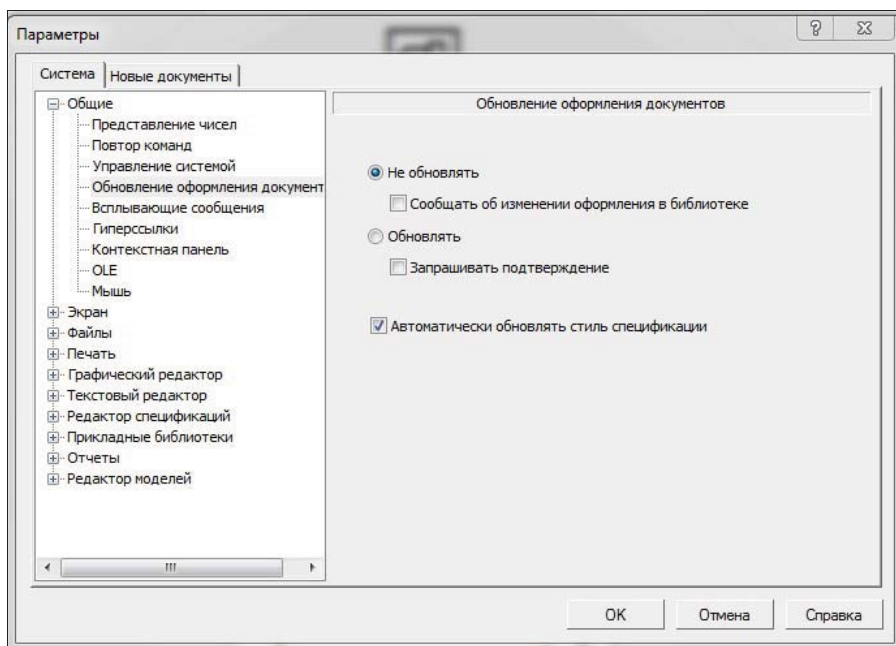

Рис. 4.3. Диалоговое окно Параметры с открытой панелью Обновление оформления документов
- ◆ щелкните ЛК мыши по пункту **Обновление оформления документов**. В правой части откроется вкладка **Обновление оформления документов** (рис. 4.3). Для отказа